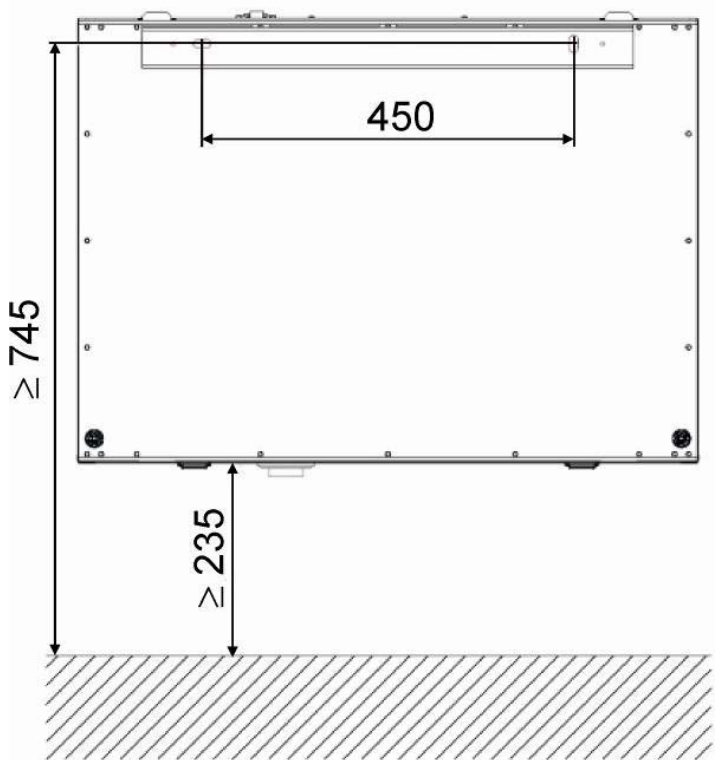

図 18 Focus200（左向き）壁固定図
- ・ 下部にドレン管が配管されますので、235mm 以上の高さ（ユニット本体合計 745mm）になるように設置してください。図 18 参照